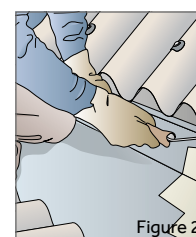

Figure 2
- Appliquer la première couche de Paracoating Eco-Activ au rouleau, à raison de 900 g/m2 (figure 2).